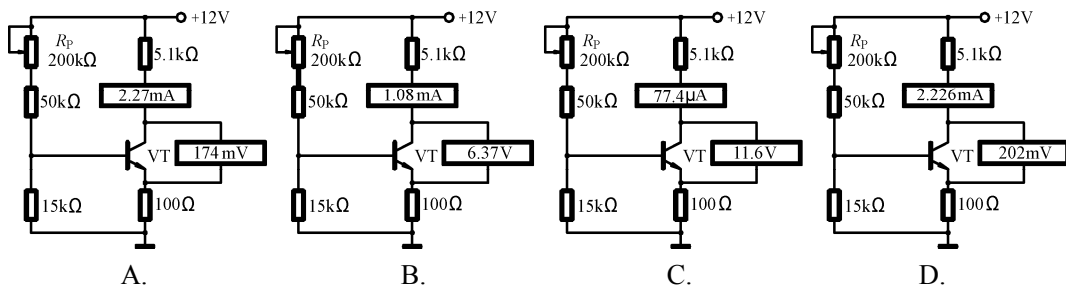

图 1-6
36. 小信号放大电路静态工作点测试电路如图 1-6 所示, 静态设置较合理的是 ()。